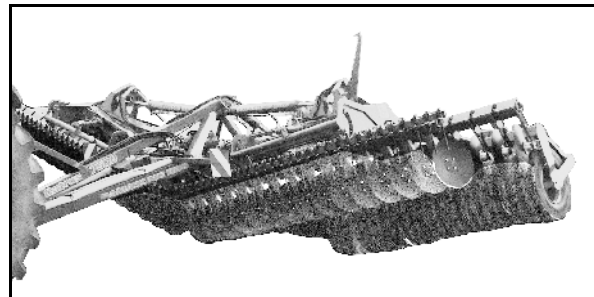

Рис. 38
- o полностью сложите агрегат (Рис. 38) таким образом, чтобы полностью поднялся средний каток.